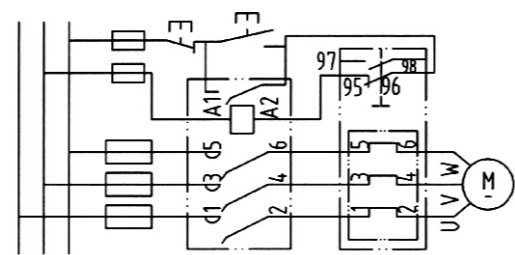

图11
- 5.4 对于保护不同类型的电动机，其接线方法亦有所不同，其基本工作原理见图11。